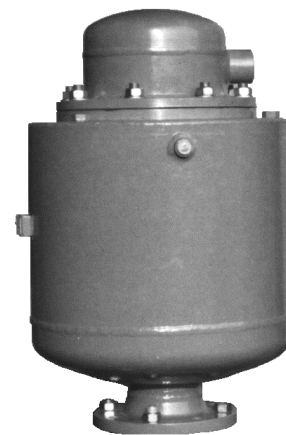

Fig. 2
- Typ VCP-B Ausführung mit geführter Abluft gemäß Fig.2.
- Type VCP-B: Design with exhaust connection as per Fig.2.